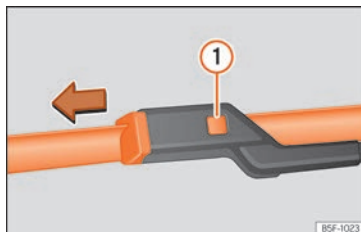

Fig. 43 Cambio de las escobillas del limpiaparabrisas.
- Mantenga presionada la tecla de desbloqueo » » » **fig. 43** **1** tirando ligeramente de la escobilla en el sentido de la flecha.